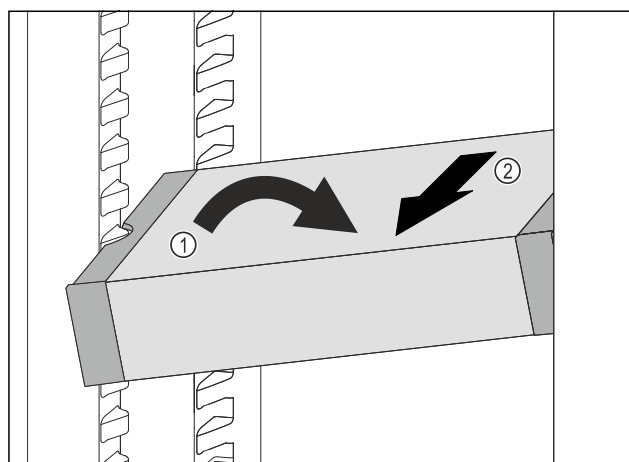

Fig. 55
- ▶ Встановити VarioSafe під кутом в охолоджувальному відділенні. Fig. 55 (1)
- ▶ Витягнути VarioSafe вперед. Fig. 55 (2)